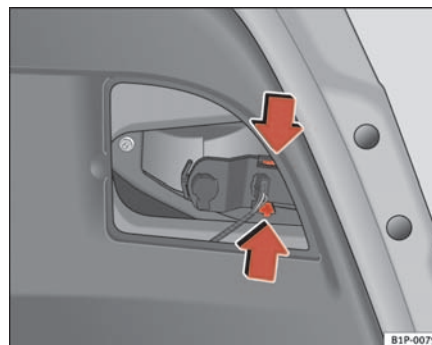

Abb. 172 Lampenfassung ausbauen
- Die Lampenfassung durch Eindrücken der Haltetaschen herausziehen ⇒ Seite 253, Abb. 172.